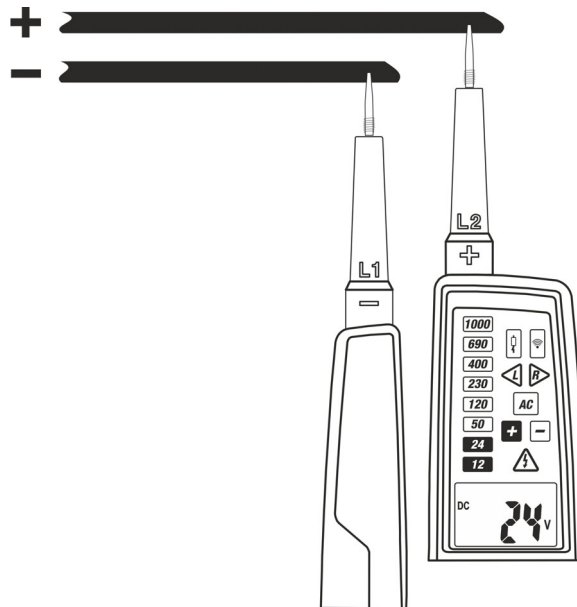

Fig. 4: Medida de Tensión CC
2. Conecte las puntas **L1** y **L2** a la fuente en pruebas (ver la Fig. 4). La medida se realiza **sólo con contacto de las puntas sobre la parte metálica de los conductores**
4. Si el LED "-" se enciende significa que la tensión medida tiene polaridad opuesta a la de la conexión mostrada en la Fig. 4